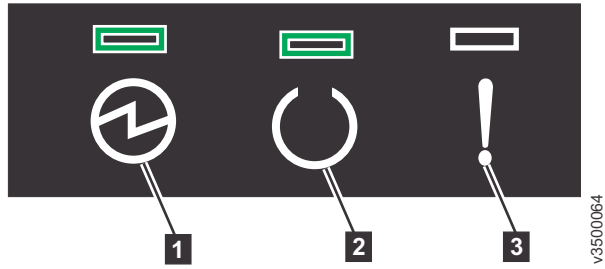

图 37. 节点容器指示灯
5. 检查扩展机柜中每个节点容器上的指示灯（请参阅第 42 页的图 37）。